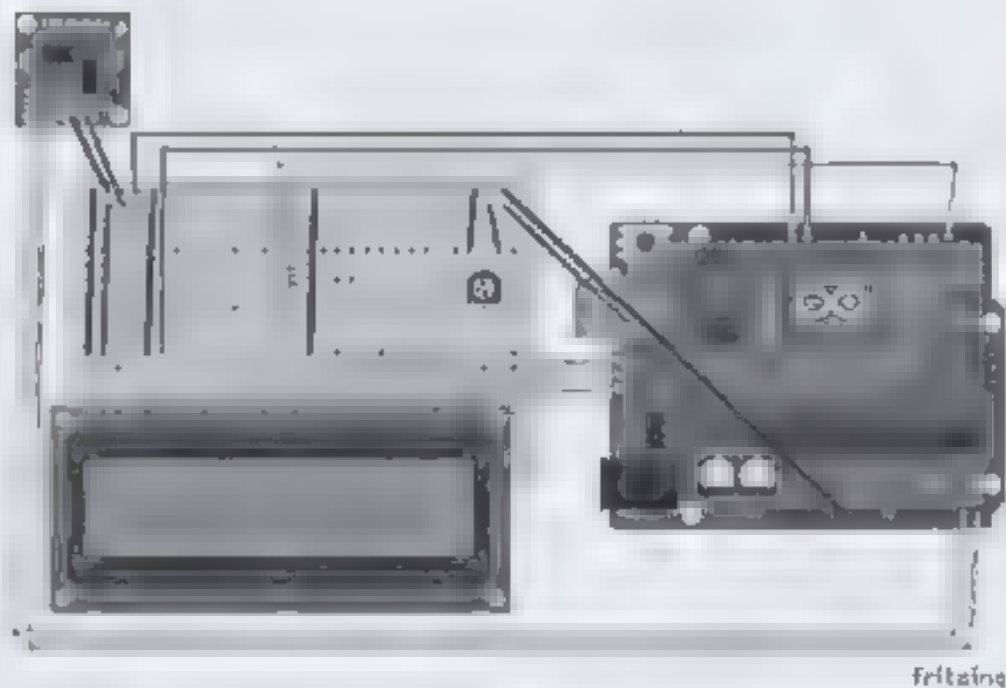

Figura 13.10 – Relógio com display de LCD.
2. Reproduza no Fritzing o projeto mostrado na Figura 13.10, considerando os seguintes componentes: 1 Arduino, 1 Real Time Clock (RTC DS-1307), 1 display de LCD 16x2, 1 resistor de 330 ohms (laranja-laranja-marrom), 1 potenciômetro de 10 kohms, 1 protoboard e jumper cables para as conexões.